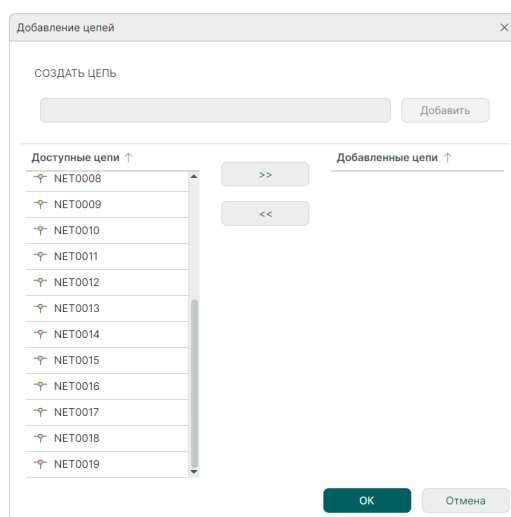

Рис. 178 Окно «Добавление цепей»
1) В окне редактора цепей шины в режиме «Список» нажмите кнопку «Добавление цепей». Откроется окно «Добавление цепей», см. Рис. 178.